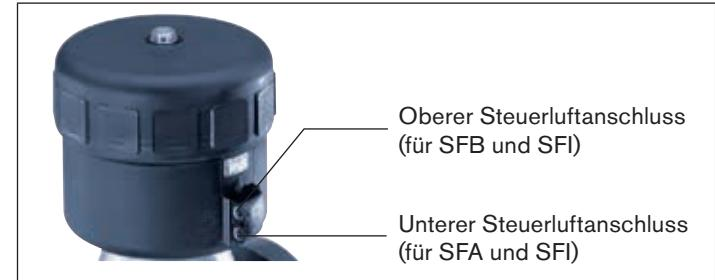

Bild 18: Pneumatischer Anschluss
- Steuermedium am oberen und unteren Anschluss anschließen (siehe „Bild 18“).